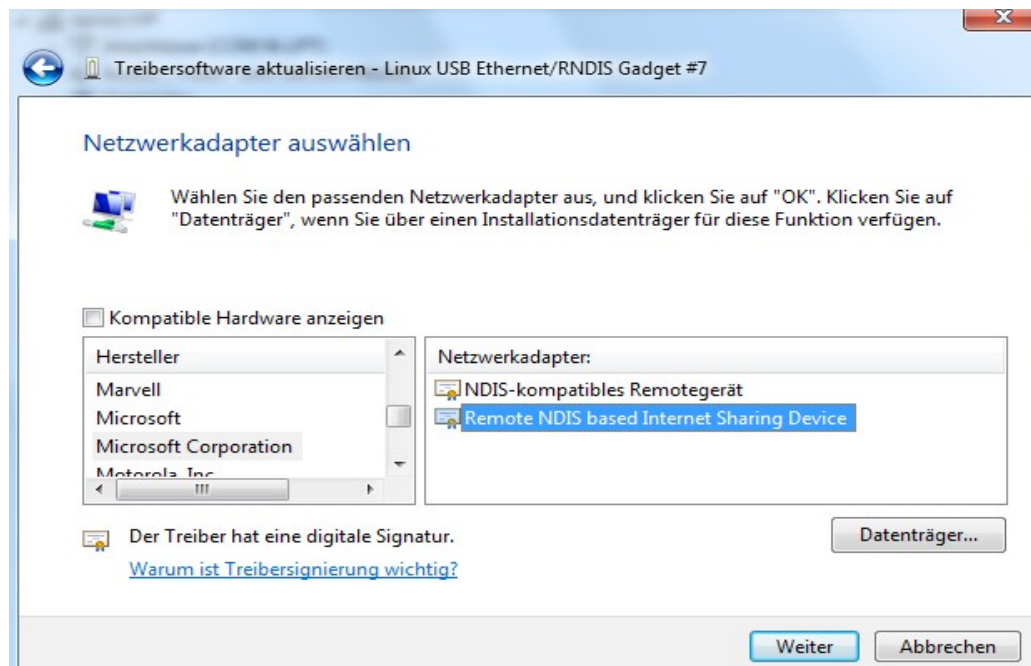

Abbildung 10: Microsoft Corporation Remote NDIS
7. Im Folgenden Auswahlfenster wählen Sie "Microsoft Corporation" und im rechten Fenster "Remote NDIS based Internet Sharing Device". (siehe Abbildung 10)